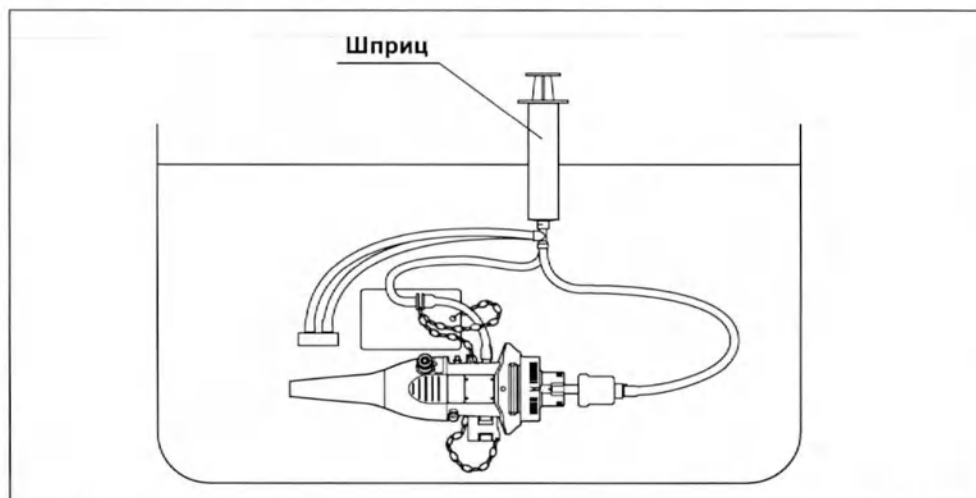

Рис. 5.43
- 6 Полностью погрузив шприц в раствор дезинфицирующего средства, медленно вытяните поршень шприца, чтобы заполнить шприц раствором. Затем с усилием надавите на поршень, чтобы промыть канал подачи воздух/вода 90 мл раствора дезинфицирующего средства (т. е. прокачав содержимое шприца не менее трех раз). Убедитесь, что во время третьей промывки из дистального конца эндоскопа не выделяются пузырьки воздуха. (см. рис. 5.43)
- 8** Полностью погрузив шприц в воду для промывания, медленно оттяните поршень шприца, чтобы заполнить шприц водой для промывания. Затем надавите на поршень, чтобы промыть аспирационный канал 90 мл воды для промывания (т. е. прокачав содержимое шприца не менее трех раз) (см. рис. 5.43). Убедитесь, что во время третьей промывки из дистального конца эндоскопа не выделяются пузырьки воздуха.